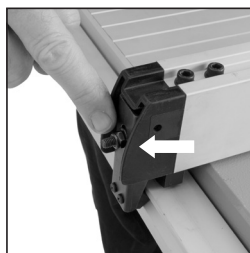

Fig. 15
- Ruotare il dado di regolazione della pressione di serraggio (**Fig. 15**) per la larghezza della superficie laterale del dado in senso orario o antiorario.